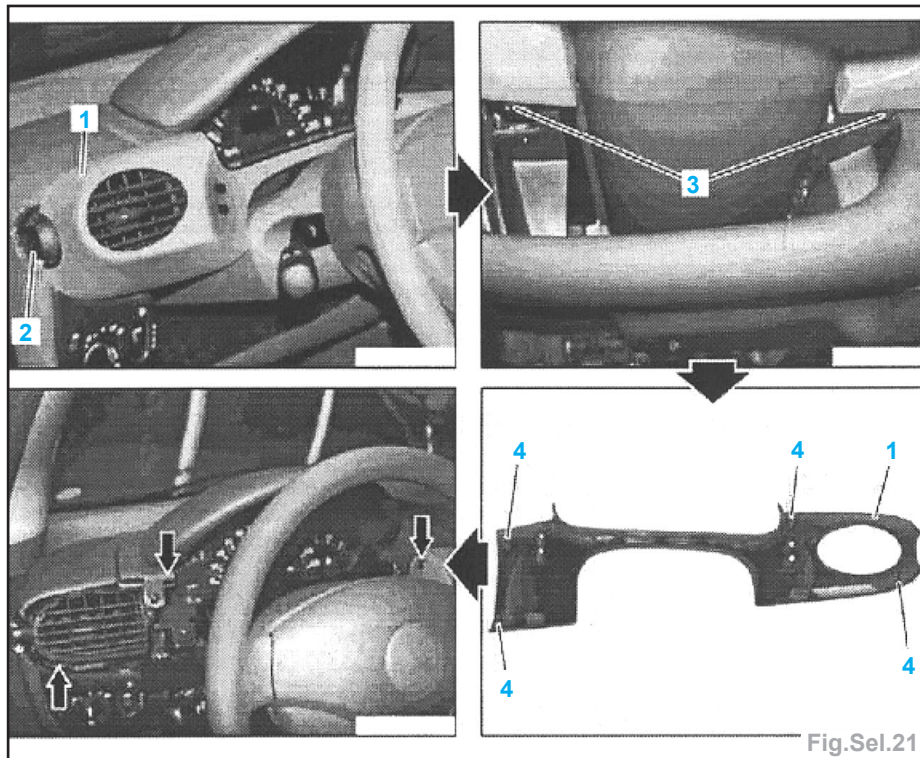

Fig.Sel.21
- déclipser le cache (1) au niveau des languettes (4) et avec un coin, le déposer (Fig.Sel.21).